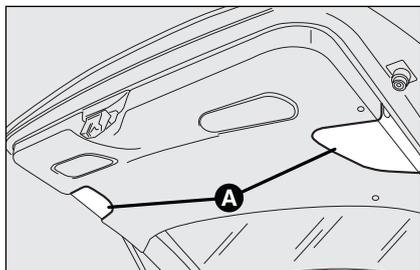
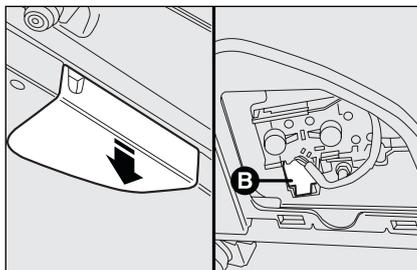

fig. 33
fig. 34
- spingere verso il basso il coperchio **A**-fig. 33 e sfilare il connettore elettrico **B**-fig. 34;